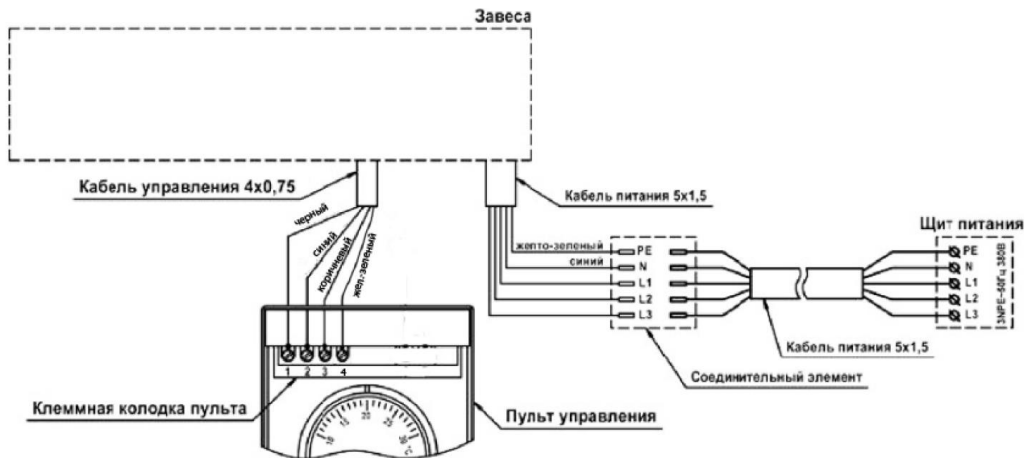

Рисунок 5
- подключить к клеммной колодке пульта кабель управления, выведенный из завесы, в соответствии со схемой, указанной на рисунок 5 и на корпусе завесы;